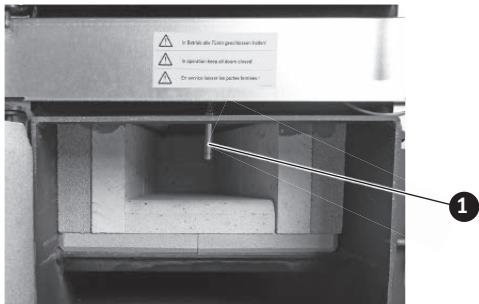

Fig. 63 Thermocontrol-Fühler reinigen
- ▶ Thermocontrol-Fühler von Flugasche mit einem Pinsel oder weichem Tuch reinigen – Fig. 63.